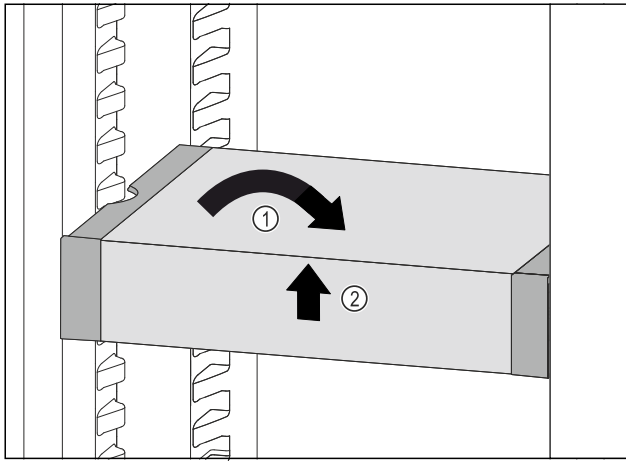

Fig. 89
- ▶ Вирівняти VarioSafe. Fig. 89 (1)
- ▶ Підняти VarioSafe спереду. Fig. 89 (2)